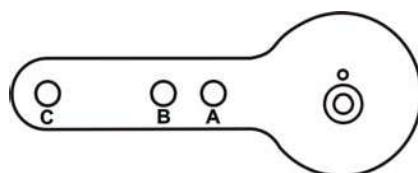

Рисунок 9 Рычаг для привода Masoneilan моделей 87/88 Multispring
3. Выберите монтажное отверстие A, B, C или D для обеспечения хода клапана. Например, на рис. 9 на стр. 34 показано отверстие B для привода размера 10 с ходом 1.0 дюйм. Если не оговорено иное, предполагается, что при монтаже SVI II ESD привод должен находиться в нормальном вертикальном положении. Необходимо, чтобы монтажное отверстие в щелевом отверстии монтажного кронштейна располагалось слева, если смотреть со стороны привода, а привод находился в вертикальном положении.
5. Присоедините конец штока с правой резьбой к рычагу SVI II ESD с помощью крепежного винта 1/4— 20 x 1 дюйм и гайки, как показано на рисунке. Требуемое положение отверстия рычага зависит от хода конкретного клапана. См. рис. 9 на стр. 34 и пункт «Выбор рычажного механизма двустороннего клапана» в табл. 3 на стр. 35.